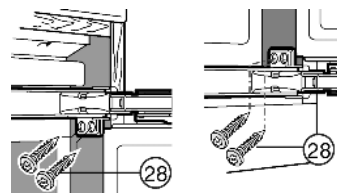

Fig. 17
- ▶ На обеих дверцах прикрутите винтами для стружечной плиты *Fig. 17 (28)* сверху и внизу через серьги шарнира.